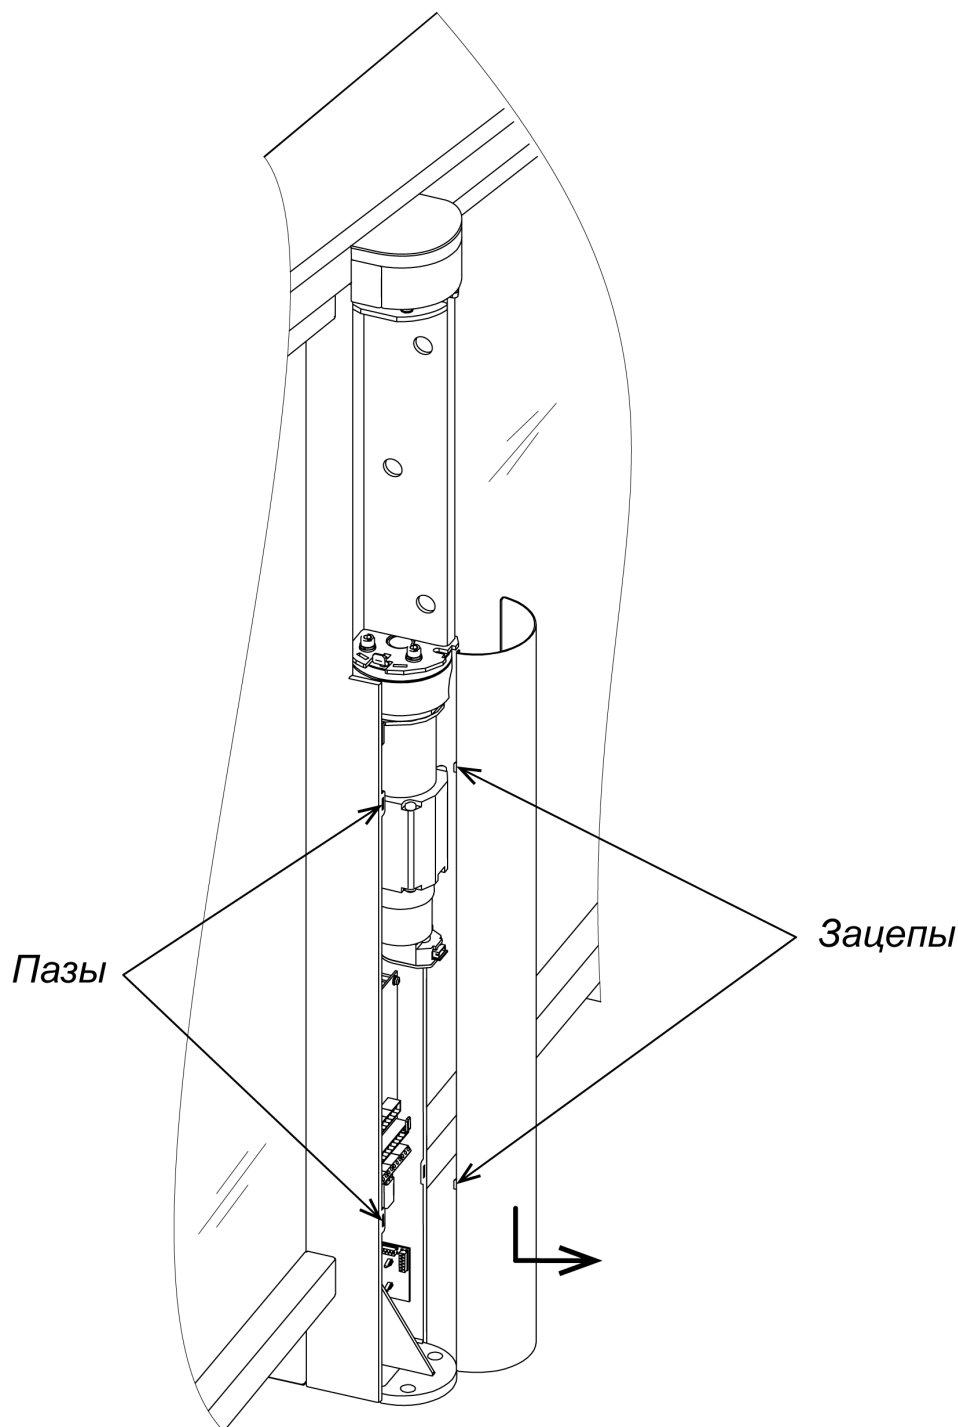

Рисунок 21. Снятие кожуха центральной стойки
- Снимите кожух центральной стойки (2) (рис. 21, разд. 8.8.1).
Для снятия кожуха центральной стойки (2) – сдвиньте кожух вдоль стойки вниз и на себя, выводя зацепы кожуха из пазов в центральной стойке (см. рис. 21).